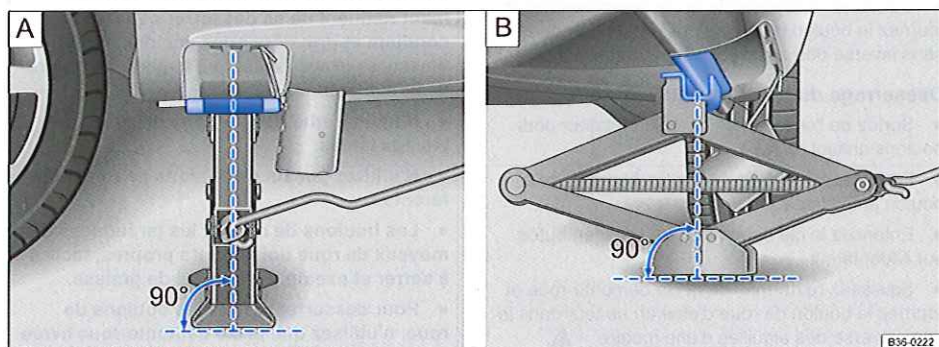

Fig. 260 Positionnement du cric à l'arrière, du côté gauche du véhicule.
9. Assurez-vous que toute la surface du pied du cric porte bien sur le sol et que le pied du cric se trouve bien verticalement sous le point de prise ⇒ **fig. 260**.
10. Oriente le cric tout en continuant à déployer sa griffe jusqu'à ce que celle-ci saisisse le talon situé sous le véhicule ⇒ **fig. 260**.
- Positionnez le cric uniquement aux endroits préconisés. La griffe du cric doit saisir le talon du bas de caisse ⇒ **fig. 260**.